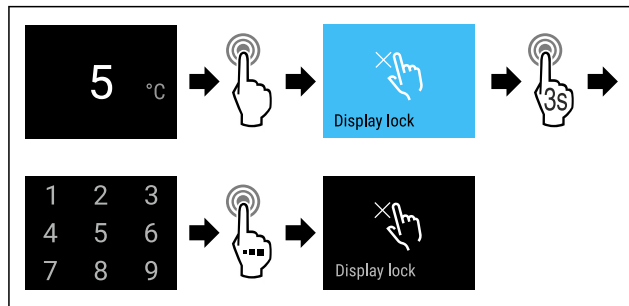

Fig. 80
► Complete the steps (see Fig. 80).